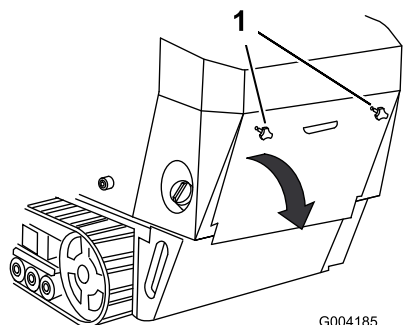

Рисунок 24
1. Отверните 2 маховичка, которые крепят заднюю крышку доступа к машине (Рисунок 24).
2. Для того, чтобы получить доступ к внутренним компонентам, наклоните заднюю крышку доступа и снимите ее (Рисунок 24).